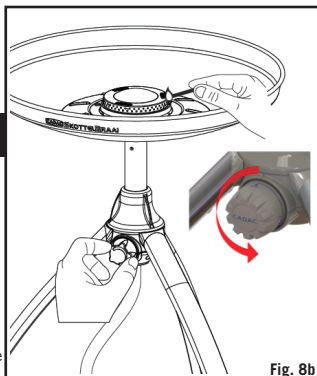

Fig. 8b
- For å tenne enheten, tennes en tennstikk eller grilltenner. Åpne litt for styreventilen (K) som beskrevet under 'Generelt' og tenn enhetens brennere (G). Ved kald oppstart, kan enheten tennes fra toppen (se fig. 8b) innen den ønskete tilberedningsoverflate monteres på brennerfatet (F).